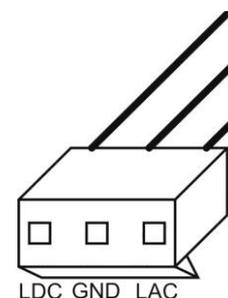

Abbildung 4. Herausführung am Signalausgang.
4. Leitungen des Signalanschlusses am Netzteil PSB 27,6V durchtrennen, Isolierung abnehmen und nach dem Schema an das Modul anschließen. Leitungen Lac, Ldc, GND des Netzteils mit den entsprechenden Buchsen am Automatikmodul verbinden (siehe Abbildung 4).